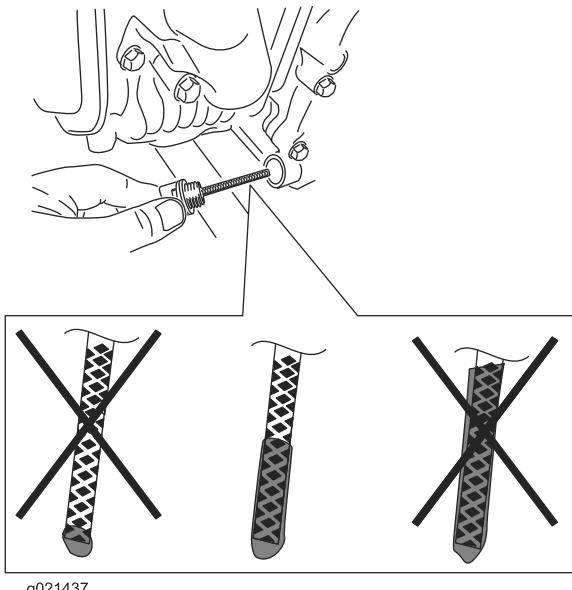

Figura 7
3. Limpie alrededor de la varilla (Figura 7) para impedir que caiga suciedad por el orificio de llenado y cause daños en el motor.
4. Desenrosque la varilla de aceite y límpie el extremo (Figura 7).
5. Enrosque la varilla de aceite a fondo en el tubo de llenado (Figura 7).